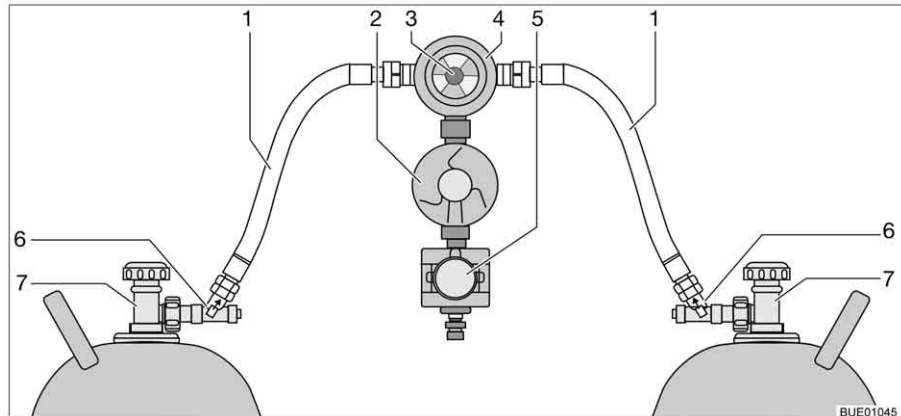

Bild 150 Crash-Protection-Unit-omkopplingsenhet
Crash-Protection-Unit består av två genomflödesbegränsare med manuell frigöring (Bild 150,6), en omkopplingsventil (Bild 150,4) med tryckregulator (Bild 150,2), en elventil (Bild 150,5) och kontrollenheten med trefärgad lysdiod. Omkopplingsventilen är monterad mellan de båda gasslangarna (Bild 150,1).
Med vredet (Bild 150,3) på omkopplingsventilen ställer du in vilken gasflaska som ska användas som driftflaska och vilken som ska användas som reservflaska.
Med kontrollenheten (Bild 151) kan endast de elektriska funktionerna styras. Gasflaskornas huvudavstängningsventiler (Bild 150,7) och frigöringarna (Bild 150,6) måste öppnas för hand.
- Öppna huvudavstängningsventilerna på gasflaskorna (Bild 150,7).
- Tryck in frigöringarna (Bild 150,6) i tio sekunder efter varandra.
- Med vredet (Bild 150,3) på omkopplingsventilen (Bild 150,4) väljs gasflaskan, som ska prioriteras (driftflaska).
- Stäng huvudavstängningsventilerna på gasflaskorna (Bild 150,7).